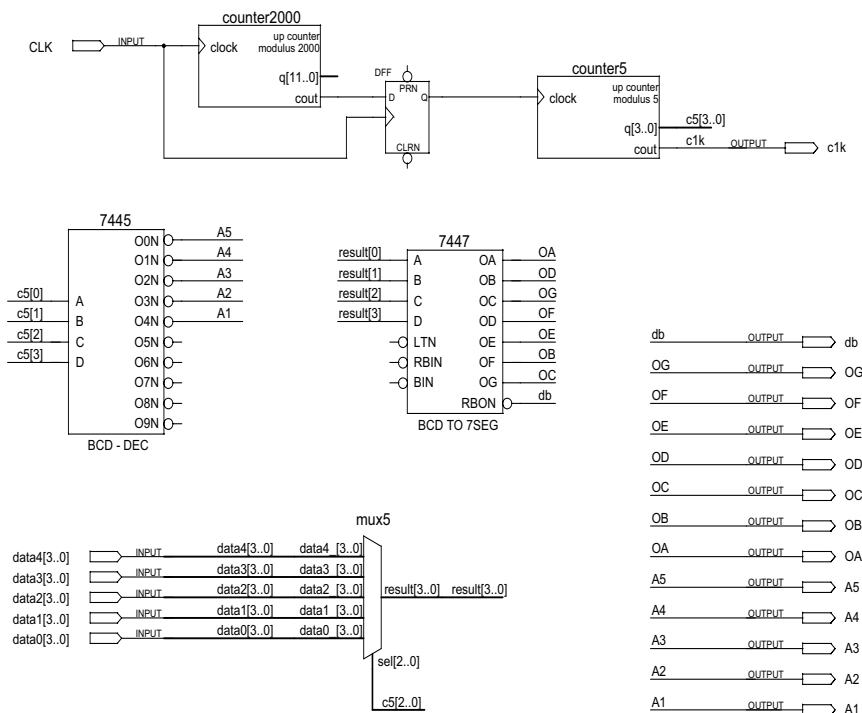

Figura 2:
2. I file per la definizione dell'operatore "pilota-display" sono già installati nella vostra cartella. Potete osservarne il contenuto in figura 2.